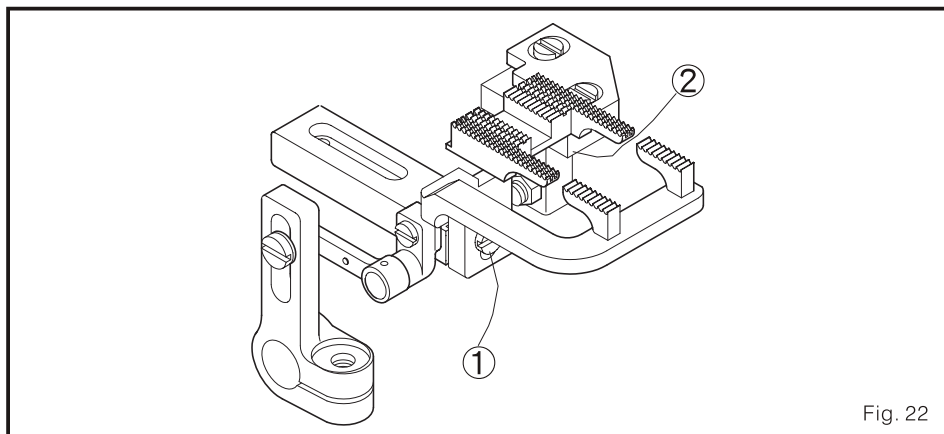

Fig. 22
- (2) solta os parafusos 1 e 2 dos dentes do transportador denteado principal e diferencial de forma que isto completa as exigências previamente mencionadas. (Fig. 22)